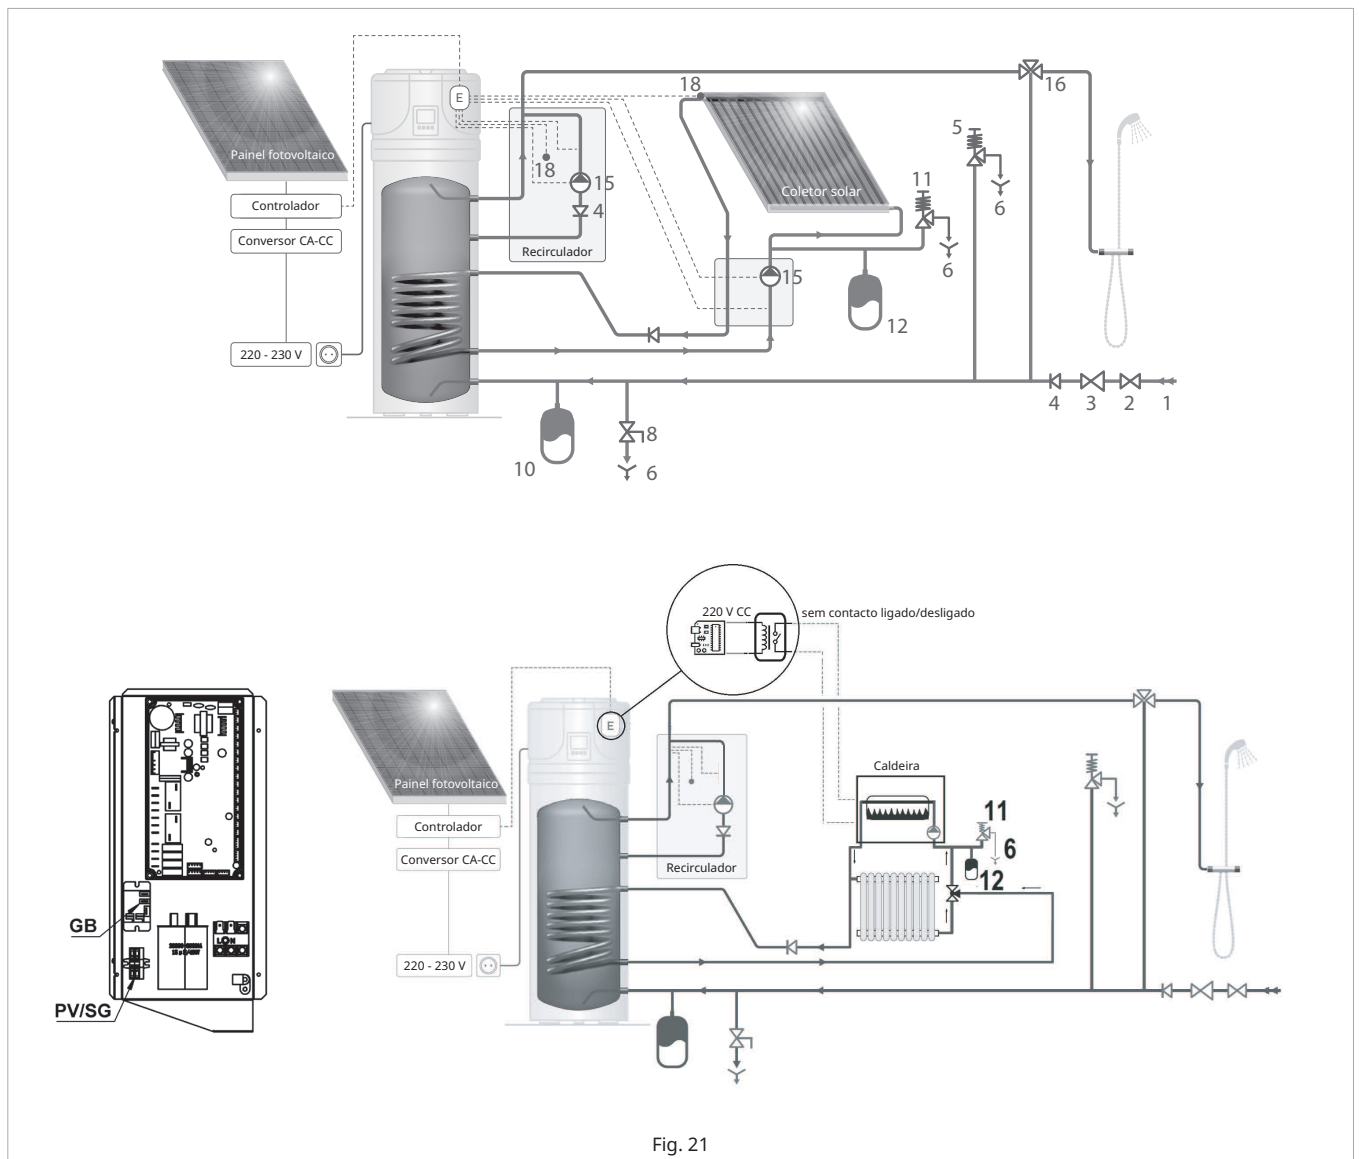

Fig. 21
- ⚠ Tubos de plástico (PP) são permeáveis ao oxigênio. Nunca conecte o permutador de calor a um tubo de PP ou a um sistema de circulação aberta! O não cumprimento desta regra levará à corrosão no interior do tubo.
- ⚠ O instalador do sistema deve instalar uma válvula de segurança de 8 bar (5) no tubo de entrada de água fria (Fig. 21).
- ❗ O equipamento de segurança para proteção contra sobrepressão deve ser operado regularmente para remover depósitos de calcário e garantir que não esteja bloqueado (Fig. 21)
- ❗ O tubo de drenagem (6) conectado à válvula de segurança deve ser instalado com inclinação contínua para baixo e em um local protegido contra a formação de gelo (Fig. 21).
- ❗ Um vaso de expansão (10) (Fig. 21) deve ser instalado para absorver a expansão da água devido à variação de temperatura. O regulador da pressão (3) e o vaso de expansão devem ser calculados em conjunto por uma pessoa qualificada.
- ⚠ **A bomba de calor para a produção de água quente sanitária é capaz de aquecer água até mais de 65°C. Por esta razão, como proteção contra queimaduras, é necessário instalar um sistema de mistura com termóstato automático (16) no tubo de água quente (Fig. 21).**